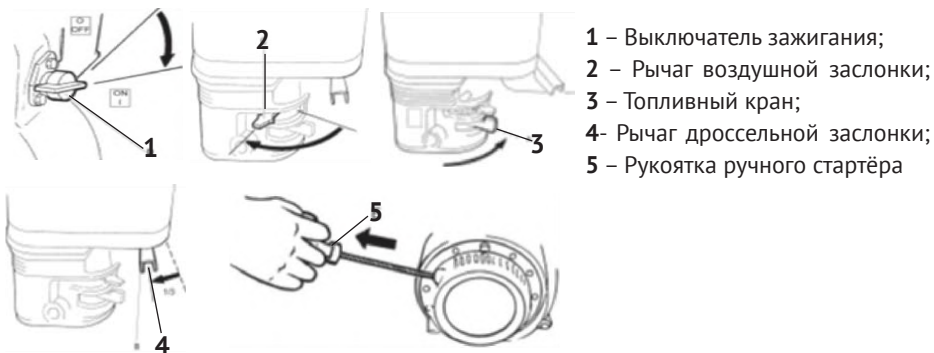

рис.3
- перевести выключатель зажигания (рис.3 поз.1) в положение «Включено» (ON);
- рычаг воздушной заслонки (рис.3 поз.2) перевести в крайнее левое положение «закрыто» при пуске холодного двигателя (для прогретого двигателя рычаг устанавливается в промежуточном положении);
- кран подачи топлива (рис.3 поз.3) повернуть вправо в положение «Вклю-
- перевести рычаг дроссельной заслонки карбюратора (рис.3 поз.4) приблизительно на $\frac{1}{3}$ его хода от положения «Черепаха» к положению «Заяц»;
- медленно потяните за рукоятку стартера (рис.3 поз.5) до появления сопротивления, а затем резким движением вытяните трос на всю длину. Повторите действие ещё раз, если двигатель не завёлся;
- перевести рычаг дроссельной заслонки (рис.3 поз.4) в положение «Черепаха» (муфта сцепления отключит привод) и дать двигателю поработать несколько минут на холостых оборотах для охлаждения агрегатов двигателя;
- повернуть выключатель зажигания (рис.3 поз.1) в положение «Выключено» (OFF);
- перевести топливный кран (рис.3 поз.3) в положение «Выключено» (OFF).